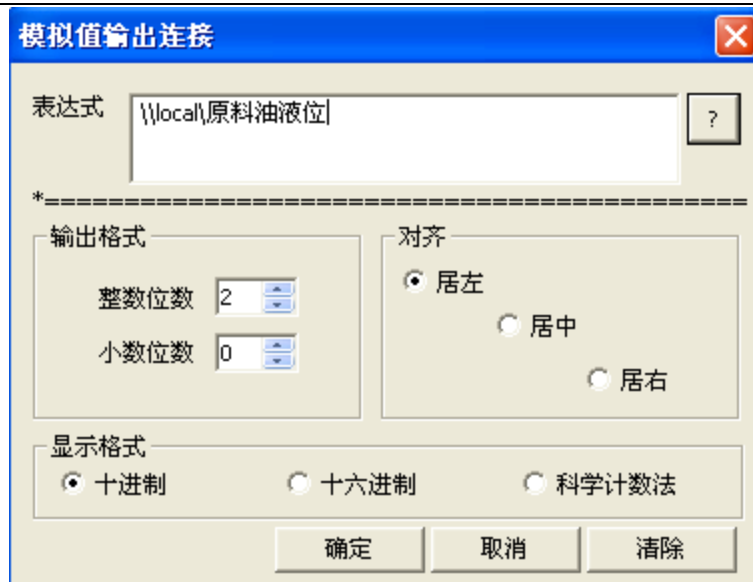

图 3-7
4、双击文本对象“#####”，弹出动画连接对话框，在此对话框中选择“模拟量输出”选项弹出模拟量输出动画连接对话框，如图 3-7 所示。